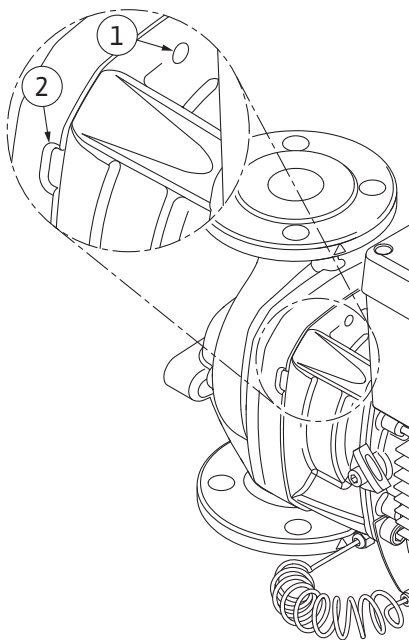

Fig. 105: Fori filettati e fessure per estrarre il set di innesto dal corpo pompa
Per il tipo di pompa (Fig. I e Fig. II) utilizzare i due fori filettati M10 (vedi Fig. 105) e le viti idonee predisposte a cura del committente (es. M10 x 20 mm). Per l'estrazione è possibile utilizzare anche le fessure (Fig. 105, pos. 2).